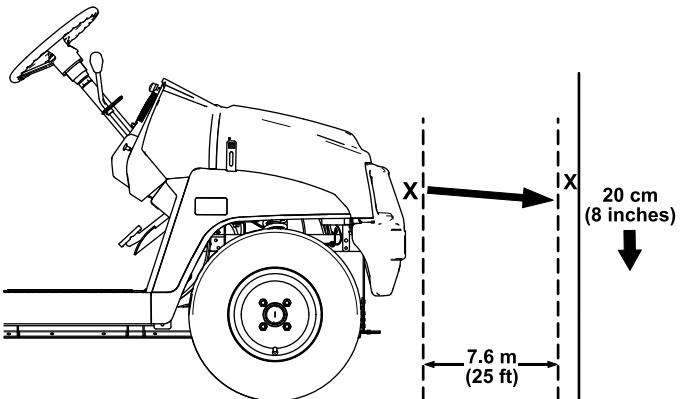

Figura 44
1. Aparque la máquina en una superficie nivelada con los faros a unos 7.5 m (25') de una pared (Figura 44).
La parte más brillante del haz del faro debe estar a 20 cm (8") por debajo de la señal hecha en la pared (Figura 44).